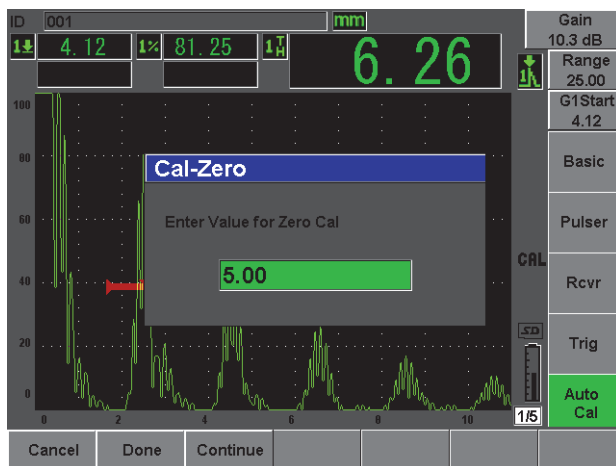

図 2-15 校正ゼロの値
6. “校正ゼロ：Cal-Zero”を押します（51 ページ図 2-15 参照）。